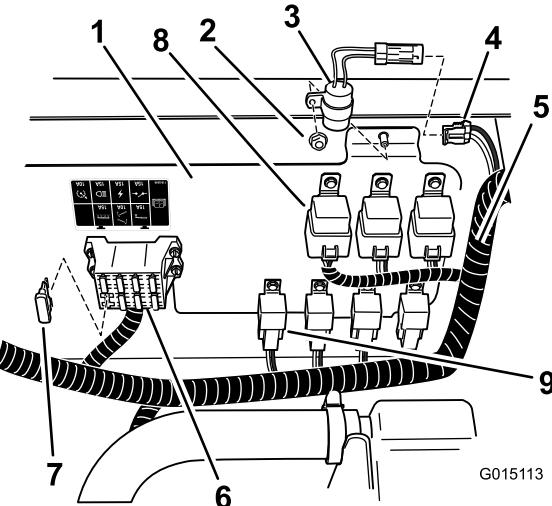
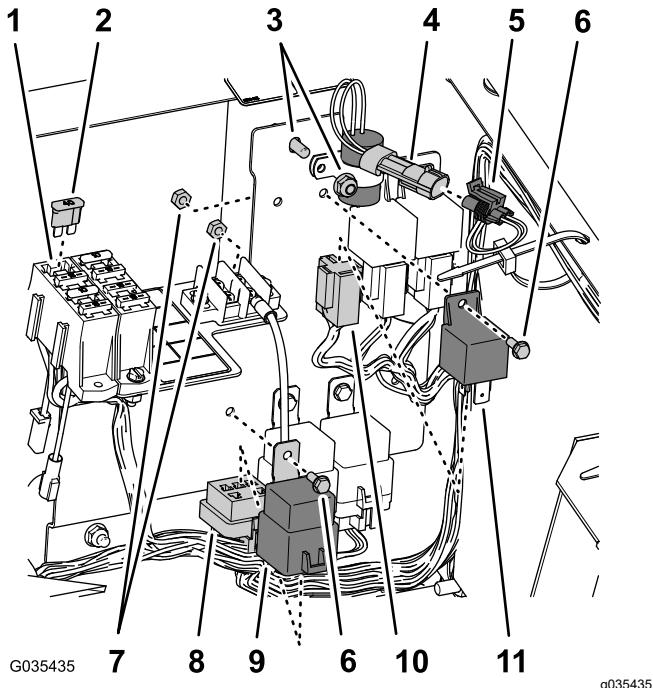
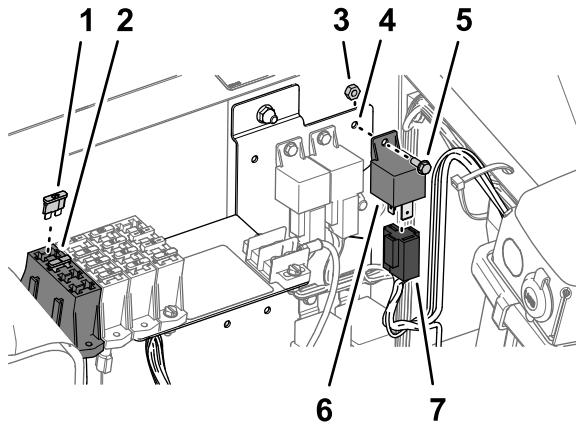

図 34
図 35
図 36
A. 電装パネルからのロックナットで、遅延タイマーを 図 34 または 図 35 に示す位置に取り付ける。
B. タイマーを、車両のワイヤハーネスの、Delay Timer というラベルの付いた2ソケットコネクタに接続する 図 34 または 図 35。
3. ヒューズブロックの空きスロットに、図 34、図 35 または図 36 のようにヒューズ40Aを取り付ける。
4. ラインの中に同じようなリレーが複数あるが、その中から、リンス用と電源用のリレーを探し出し、これらをパネルに取り付ける図 34、図 35 または図 36 フランジヘッドボルト#10-24 x 1/2 インチ2本とロックナット#10-242個を使用する。
5. メインハーネスの中から、5ソケットコネクタと4ソケットコネクタを探し出し、これらを、図 34、図 35 または図 36 のようにリレー4ピンと電源リレーピンに接続する。